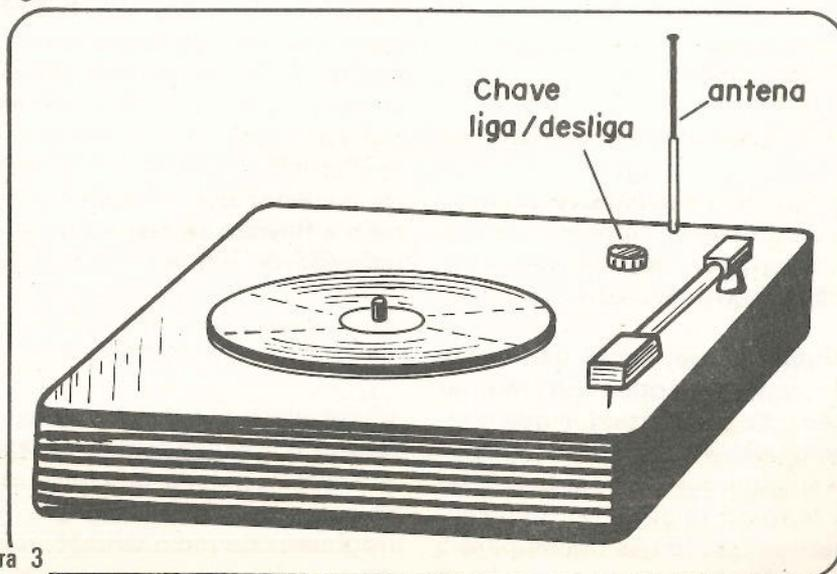

figura 3
- No caso do transmissor operar como retransmissor de sinais ou como oscilador fonográfico, ou ainda na emissão do som de um televisor, poderá ser dispensada a caixa e ser instalado no interior do próprio aparelho com o qual deverá operar (figura 3).